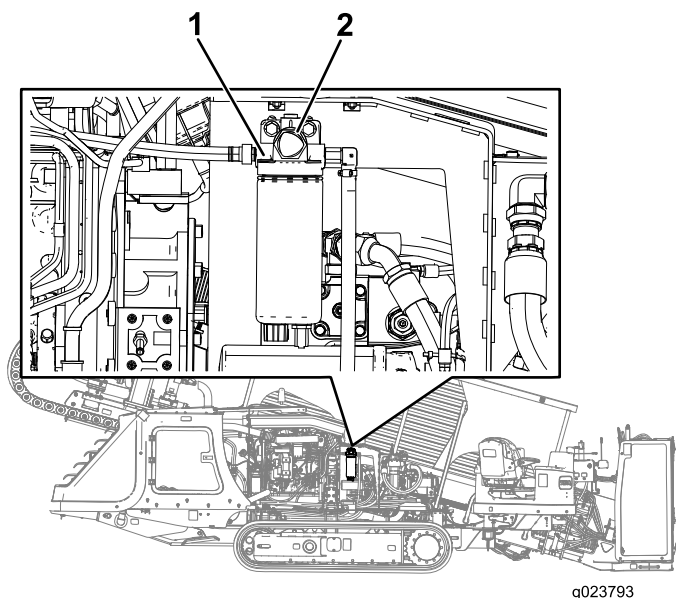

Figura 95
- Localice el botón de CEBADO en la parte superior del adaptador del filtro de combustible primario (Figura 95).
7. Pulse y suelte repetidas veces el botón de CEBADO hasta que note resistencia al presionar el botón de CEBADO (Figura 95).
3. Coloque trapos limpios bajo el filtro de combustible primario (Figura 95).
4. Afloje las abrazaderas de las mangueras y separe el filtro de combustible primario de las mangueras de combustible (Figura 95).
6. Deslice las mangueras sobre el accesorio de manguera del filtro de combustible primario y apriete las abrazaderas (Figura 95).